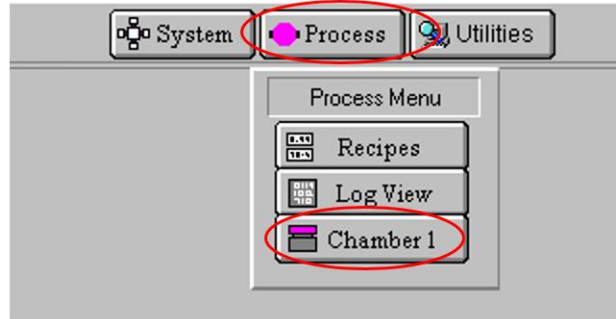

Figure 13 : Page PROCESS
- 8) Lorsque le groupe de pompage du réacteur est opérationnel (« evacuate » activé), cliquer sur « **process** » et « **chamber 1** » (Figure 13).
11) Pour revenir sur le synoptique « PUMP CONTROL » cliquer sur « **System** » en haut à gauche de la figure 13.